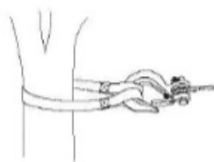

fig. 4
7. Accrochez l'objet en utilisant un point de tractage, une sangle de remorquage, une sangle pour arbre ou une chaîne (non compris) (fig. 4).